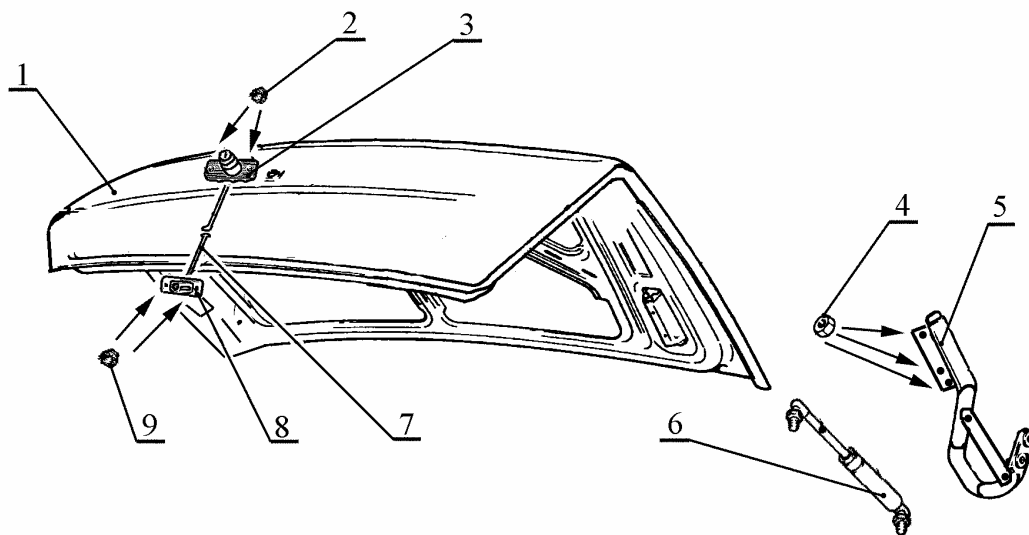

Рис.11. Крышка багажника:
6.2 Открыть крышку багажника 1, рис.11, отсоединить колодки жгута проводов от клеммы накладке крышки багажника, извлечь жгут проводов из полости крышки.